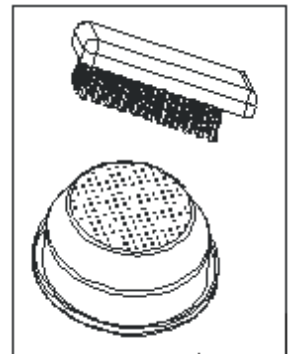

Fig. 6
Nettoyage du Filtre (K) contenant le café moulu. Fig. 6.